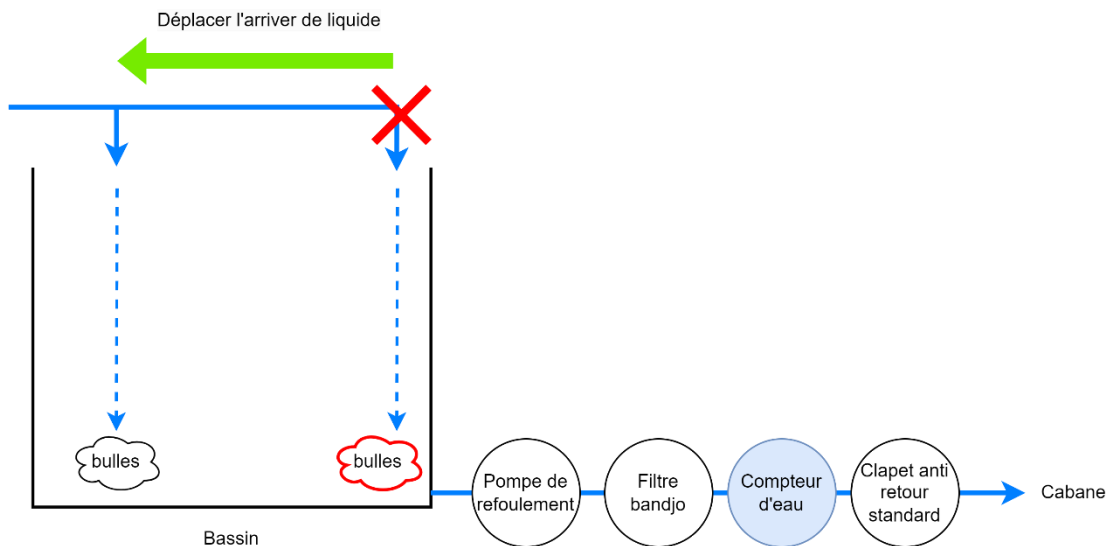

Figure 135: Déplacer l'arrivée de l'eau d'étable pour éviter la formation de bulle à l'aspiration de la pompe
- Déplacer l'arrivée d'eau d'érable pour éviter qu'elle ne s'écoule au niveau de l'aspiration de la pompe de refoulement à la sortie du bassin (voir Figure 135 – ci-dessous)